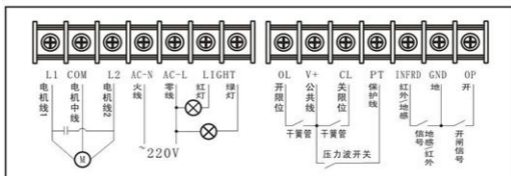

图2-5
- 根据图 2-5 接好产品电源线；
- 根据图 2-5 接好产品红外及地感（根据需要选择）